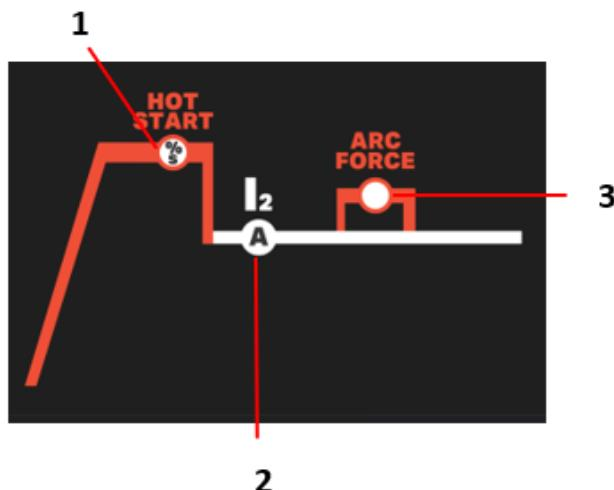

Fig. 1 – Paramètres MMA
Pour DC 164 et DC 204 (Voir les Article de la Fig. 1 A)
- Ajuster la valeur du courant au diamètre de l'électrode (Fig.1 - 2), selon le tableau suivant, pour régler les machines en fonction de l'électrode à utiliser et commencer à souder.